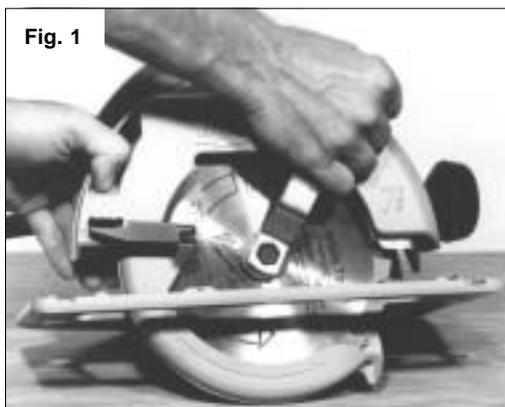

Fig. 1
Cómo instalar y retirar las cuchillas para sierras de 184 mm y 210 mm (7-1/4" y 8-1/4") (Fig. 1 y 2)
2. Para retirar el perno del vástago, oprima el botón inmovilizador del vástago. Al tiempo que oprime el seguro que traba la flecha, use una llave de provista con la herramienta para y gire la tuerca en sentido inverso a un reloj (Fig. 1). Retire la tuerca y la roldana.
Cómo instalar y retirar las cuchillas para sierras de 260 mm (10-1/4") (Fig. 1 y 2)
2. Para retirar la tuerca de la flecha, haga girar la tuerca de derecha a izquierda utilizando la llave de que viene con la herramienta (Fig. 1). Mantenga firme la cuchilla insertando un destornillador entre los dientes de la cuchilla y la parte inferior de la zapata; o bien, atascando la cuchilla en un trozo de madera. Retire la tuerca y la roldana.